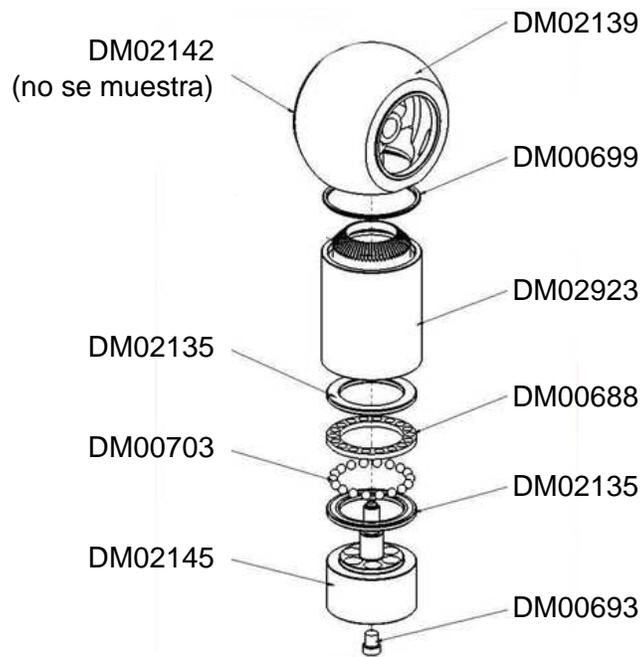

Figura 8: Carcasa y revestimiento de entrada
3. Separe la araña y la carcasa de la parte esférica y separe los componentes internos para asegurarse de que todas las bolas de rodamiento para el empuje (DM00703) se quedan retenidas. (Figura 8)